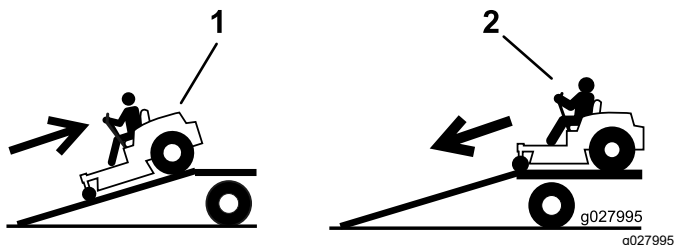

Bild 33
4. Fahren Sie die Maschine rückwärts die Rampe hoch (Bild 33).
2. Fahren Sie die Maschine vorwärts von der Rampe herunter (Bild 33).